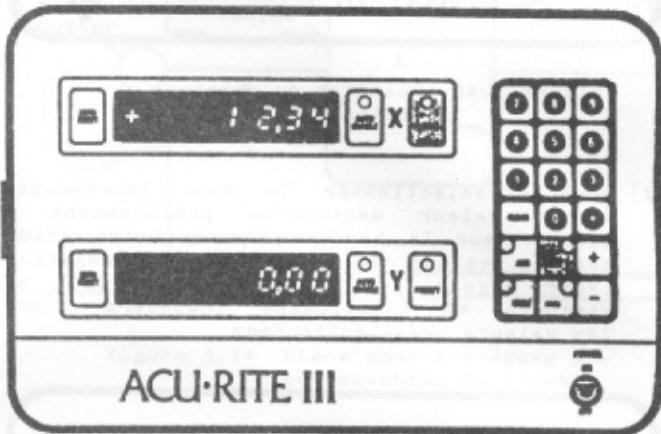

Figure 3.8 Position du compteur : affichage de la valeur présélectionnée
- c) appuyer sur la touche PRESET sur l'axe choisi (voir Figure 3.8). La touche va s'allumer et l'affichage va indiquer la valeur dans la mémoire de présélection (zéro ou toute autre valeur introduite précédemment).